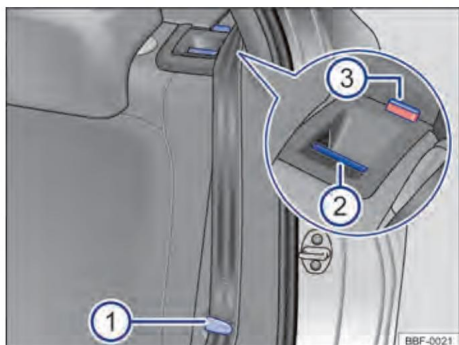

Figure. 66 Sur le dossier de la banquette arrière : bouton de déverrouillage.
Insérez les lacets de ceinture dans les fentes correspondantes de la garniture latérale → fig. 66 1
– Tirez le bouton de déverrouillage → fig. 66 2 vers l'avant et, en même temps, rabattez le dossier du siège arrière vers l'avant.
– La partie de dossier correspondante du siège arrière est déverrouillée lorsque le repère rouge → fig. 66 3 est visible.
– Le repère rouge → fig. 66 3 ne peut plus être visible.